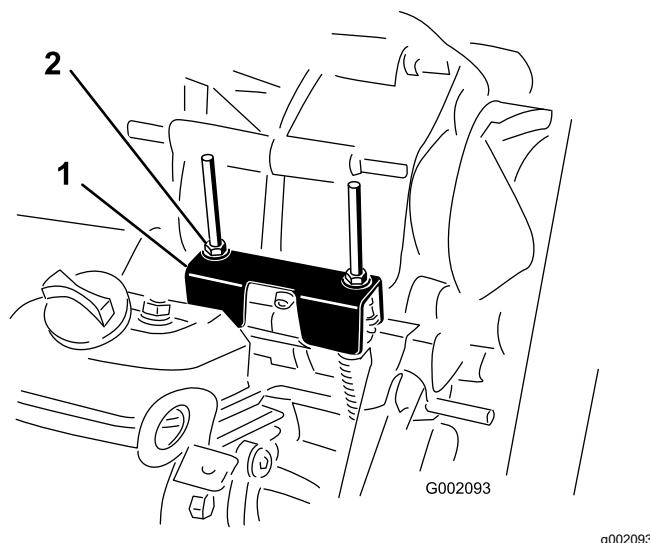

Figura 58
Când este efectuată întreținerea de rutină și/sau diagnoza motorului, maneta schimbătorului de viteze trebuie să fie deplasată în poziția NEUTRU (Figura 58). Maina are o poziție NEUTRU pentru maneta schimbătorului de viteze, care controlează punctul neutru al transmisiei. Efectuați următorii pași pentru a vă asigura că poziția neutră a manetei schimbătorului de viteze controlează corect punctul neutru al transmisiei:
2. Asigurați-vă că suportul pentru punctul neutru este în poziția NEUTRU (la nivelul suportului de montare al cablului situat sub suportul schimbătorului de viteze) prin rotirea ambreiajului secundar (Figura 58).
3. Rotiți una dintre contrapiulițe (Figura 58) pentru a obține o distanță de 0,762 - 1,524 mm între partea inferioară a piuliței/aibeii și suportul pentru punctul neutru.